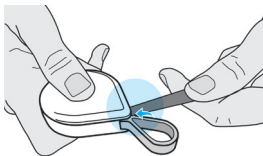

Abb. 5a
1. Zwischen den unteren und oberen Teilen der Verwendung eines starren Werkzeuges, wie in Abbildung gezeigt **Abb. 5a**.